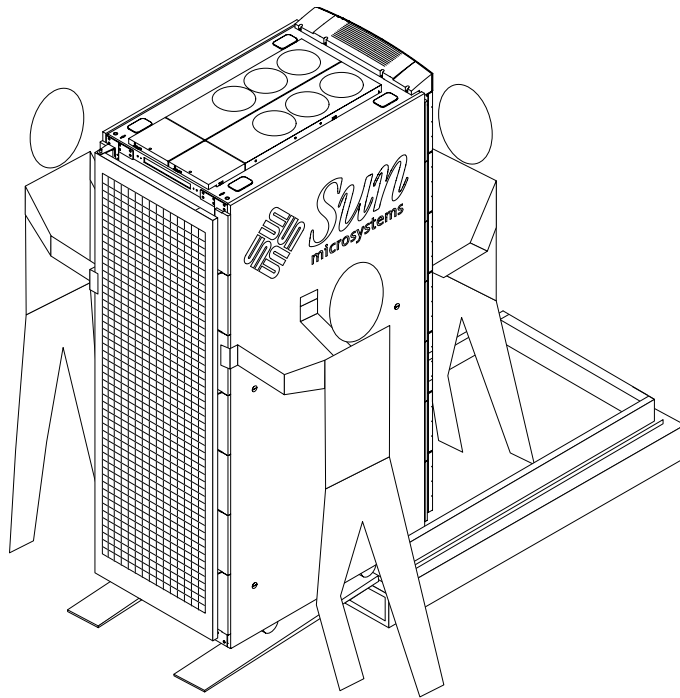

図 5 出荷用パレットからのSun Fire キャビネットの取り出し
9. 傾斜路上で、キャビネットを注意深く移動させます(図 5)。